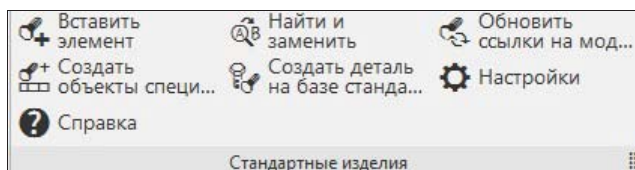

Рис. 30.15. Панель инструментов Стандартные изделия
- ◆ из **Инструментальной области** ► панель **Стандартные изделия** (рис. 30.15) ► **Вставить элемент** .